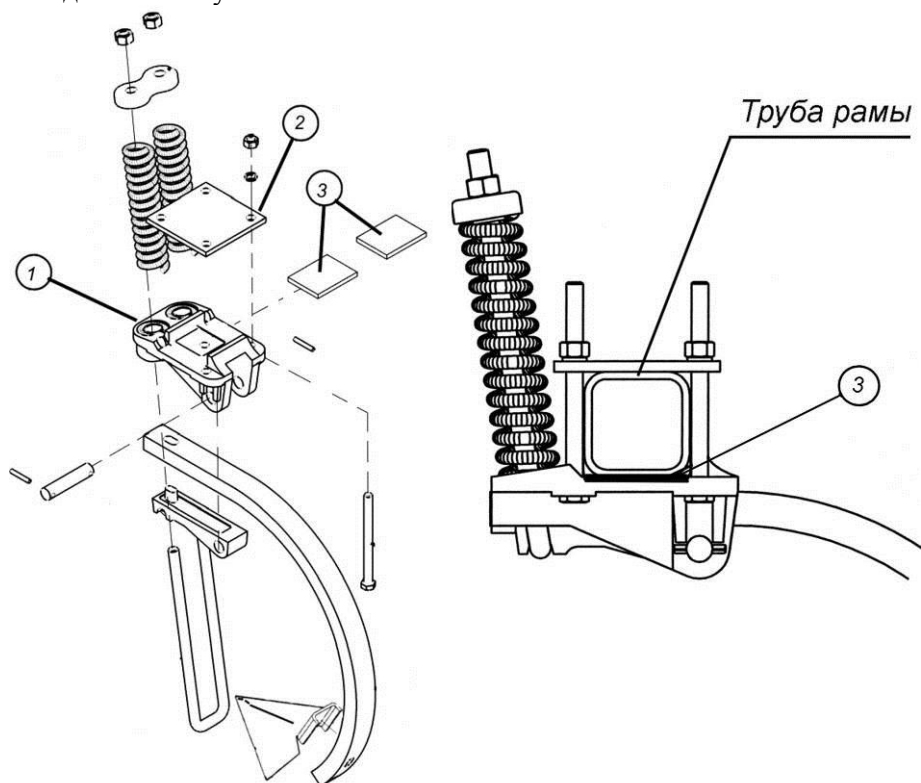

Рис. 4.4.1. Крепление стойки сошника на раму
4.4.2. Установите кронштейн стойки 1 в сборе (рис. 4.4.1) под раму посевного агрегата. Сверху на раму установите пластину 2 и закрепите четырьмя болтами (M16x170) и гайками, подложив пружинные шайбы, необходимо следить, чтобы головки болтов и пружины попали в соответствующие углубления.